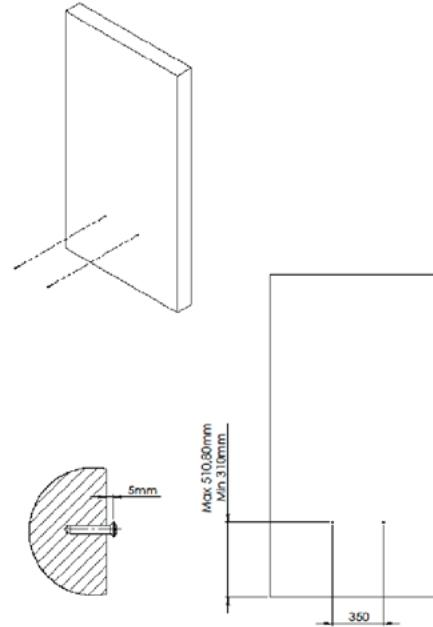

Abbildung 3.3: Einbau der Bolzen für die mittleren Befestigungslöcher
- 3.2.2. Drehen Sie die Schrauben der mittleren Befestigungslöcher in die Wand und lassen Sie sie um 5 mm ungedreht (Abbildung 3.3).